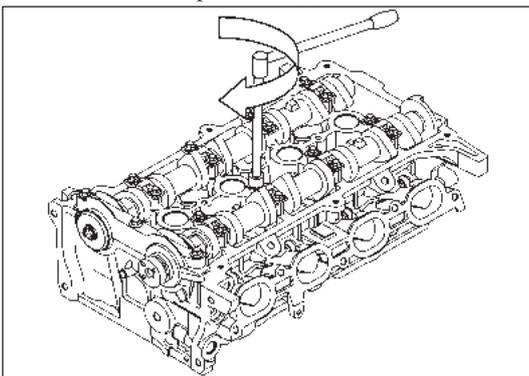

Рис. 12-3-45. Равномерная затяжка болтов крышек подшипников распределительного вала за два прохода
- ③ Закрепить крышки подшипников распределительного вала, равномерно затянув 8 болтов с плоскими шайбами (M6×38) за два прохода, как изображено на рис. 12-3-45.